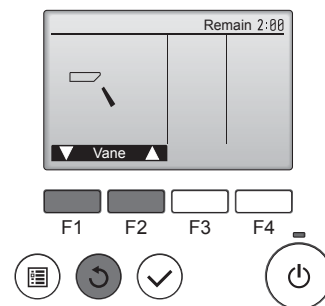

Fig. 7-7
- 1 Проверьте автоматический режим с помощью кнопок  . (Fig. 7-7)